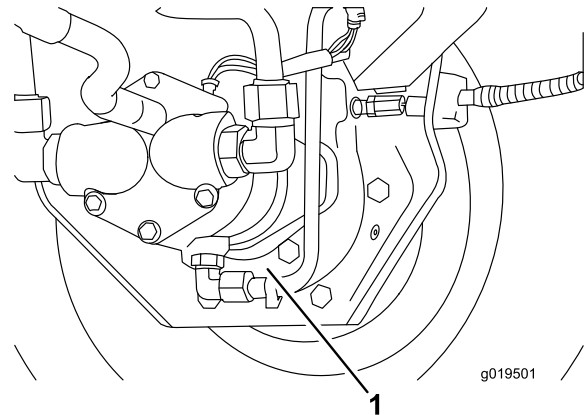

Figure 61
3. Placez un bac de vidange sous le carter de frein et enlevez le bouchon pour permettre à l'huile de s'écouler (Figure 61).